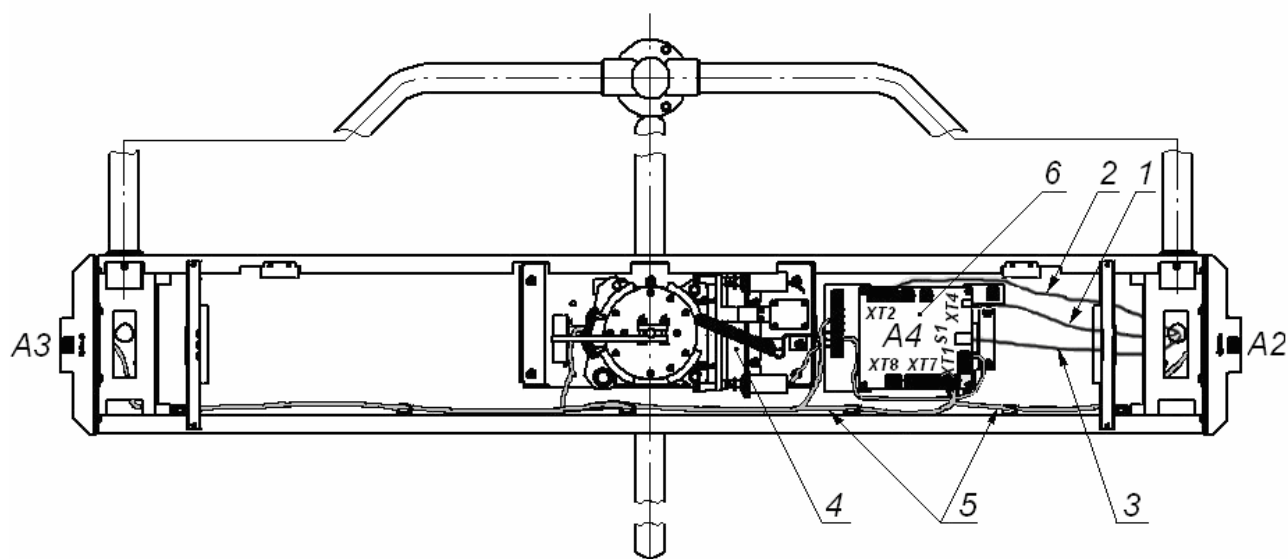

Рисунок 11. Схема прокладки кабелей в стойке ЭП:
3. При необходимости прокладки кабелей под поверхностью пола подготовьте в полу кабельный канал, подводящий кабели питания и управления к зоне их ввода в раму ЭП, в соответствии с планировкой проходной. Установку и крепление стойки производите после прокладки всех кабелей в кабельном канале и внутри балки ЭП. Прокладка кабелей внутри балки показана на рис. 11.
4. Вставьте гильзы анкеров в выполненные отверстия так, чтобы они не выступали над поверхностью пола. Установите раму (1) на гильзы анкеров и закрепите ее болтами М10. Вертикальность положения рамы и стойки ограждения необходимо контролировать с помощью уровня.
5. Установите в рабочее положение на нижний подшипниковый узел рамы ротор (5) и, придерживая его в вертикальном положении, установите в рабочее положение балку (2). При установке балки необходимо сориентировать положение ротора относительно вала механизма доворота, выступающего из балки. После установки балки необходимо зафиксировать полумуфтой ротор относительно вала механизма доворота. После этого закрепите болтами балку на раме (1).